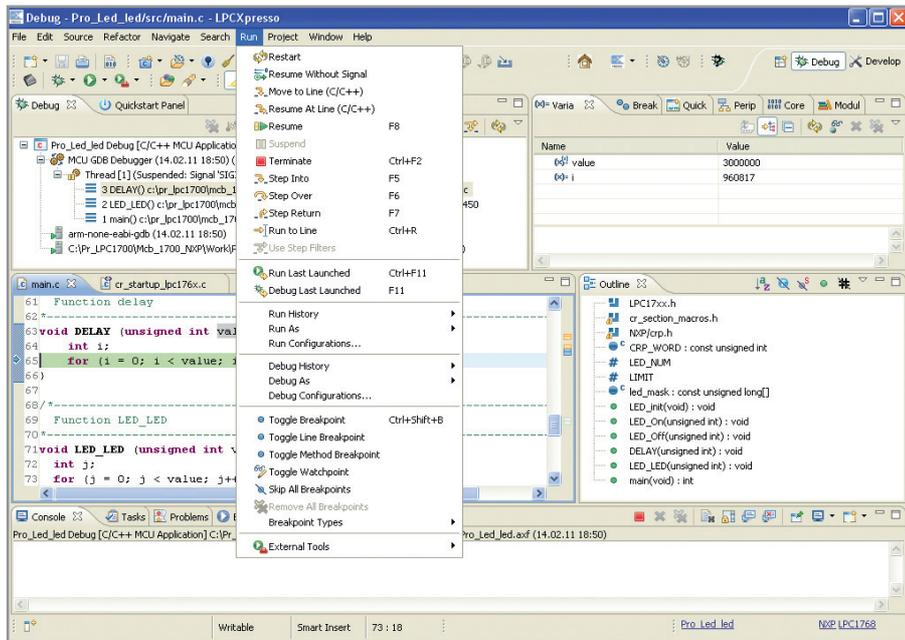

Рис. 13. Главное окно перспективы *Debug* в режиме отладки
В ходе отладки разработчик может получать информацию о значениях локальных переменных, содержащихся в любой функции отлаживаемой программы приложения. Для этого следует щёлкнуть мышью на позиции табуляции требуемой функции в окне *Debug*, после чего текущие значения содержащихся в ней переменных отобразятся в окне обозрения *Variables* (см. рис. 13). В режиме отладки команда исходного текста, на которую будет передано управление при следующем шаге выполнения программы, подсвечивается курсором в окне редактора. Набор команд управления отладкой доступен через пункт меню *Run* перспективы *Debug* (а также перспективы *Develop*). Кроме того, кнопки этих же команд расположены на инструментальной панели меню окна обозрения *Debug*.
- выбором в меню *Run* команд *Toggle Breakpoint*, *Toggle Line Breakpoint* (см. рис. 13). При этом точка останова будет установлена на команде или на строке исходного текста, отмеченной курсором в окне редактора. При передаче управления на команду (строку) программы приложения с установленной точкой останова произойдёт останов выполнения